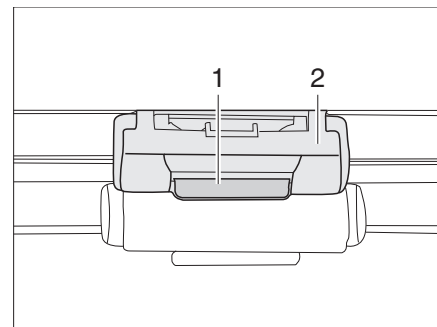

Fig. 28 Bloccaggio rullo sul tetto multifunzione
- Tenere ferma la zanzariera a rullo con la maniglia (Fig. 28,2) e premere il listello di sblocco (Fig. 28,1) sulla maniglia. Il bloccaggio si sblocca.